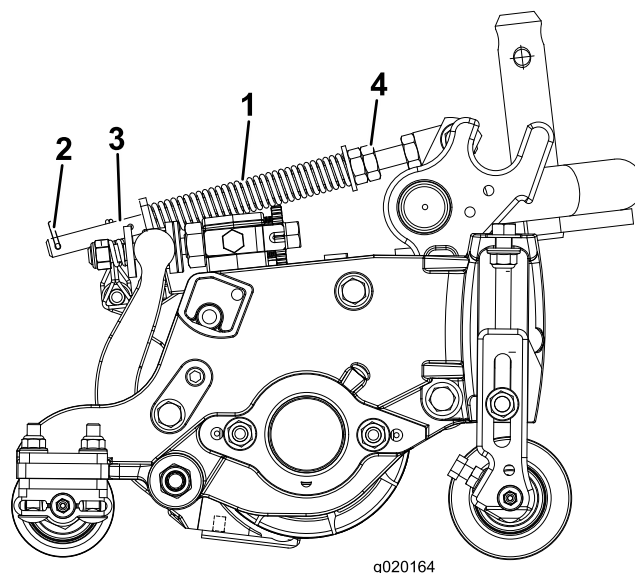

Figura 11
El muelle de compensación del césped (Figura 11) transfiere peso del rodillo delantero al trasero. (Esto ayuda a reducir el patrón de ondulación en el césped.)
1. Asegúrese de que el pasador de horquilla está instalado en el taladro del extremo de la varilla (Figura 11).
2. Apriete las tuercas hexagonales del extremo delantero de la varilla del muelle hasta que la longitud comprimida del muelle sea de 12,7 cm (Figura 11).